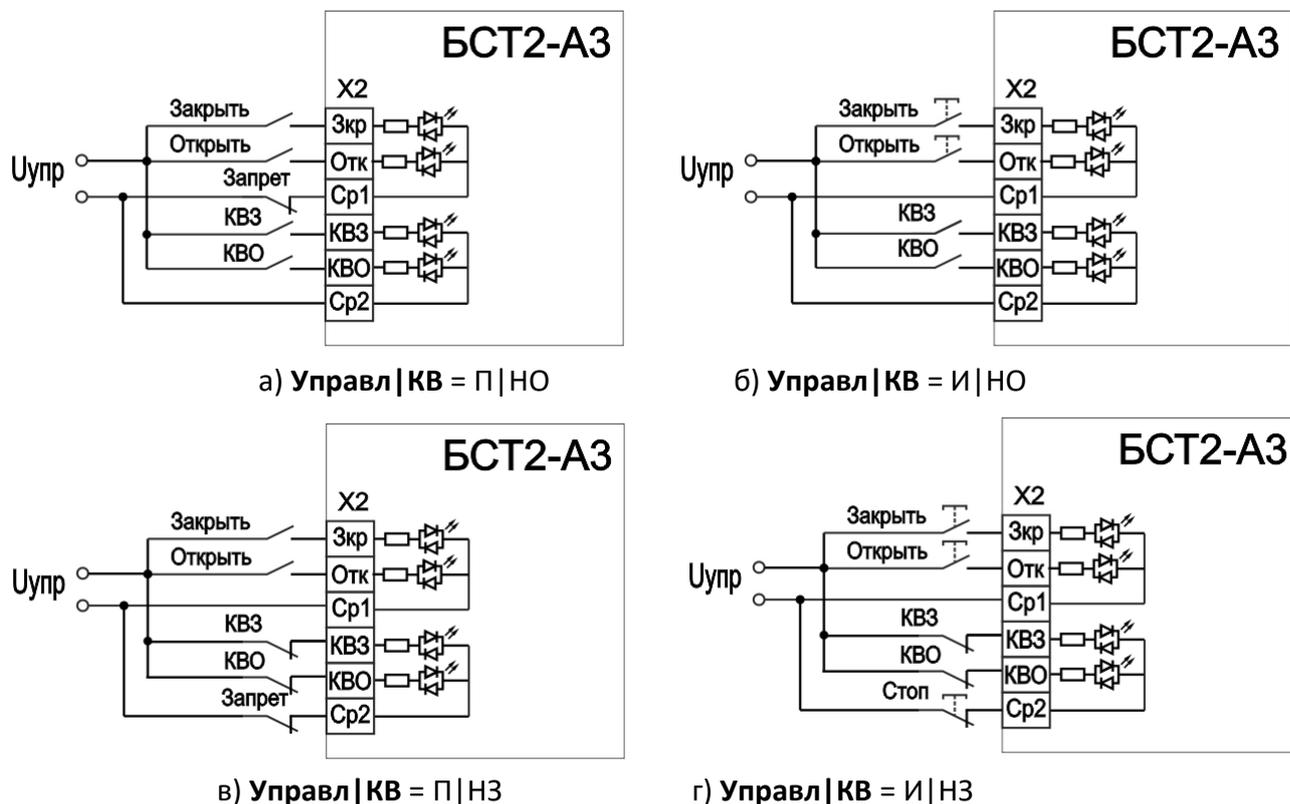

Рисунок 3 – Схема подключения цепей управления
- **П|НО**: управление **постоянными** сигналами «Закреть»/ «Открыть» и отключение в крайних положениях **нормально-открытыми** концевыми выключателями (рис.3,а);
- **И|НО**: управление **импульсными** сигналами «Закреть»/ «Открыть» и отключение в крайних положениях **нормально-открытыми** концевыми выключателями (рис.3,б);
- **П|НЗ**: управление **постоянными** сигналами «Закреть»/ «Открыть» и отключение в крайних положениях **нормально-закрытыми** концевыми выключателями (рис.3,в);
- **И|НЗ**: управление **импульсными** сигналами «Закреть»/ «Открыть» и отключение в крайних положениях **нормально-закрытыми** концевыми выключателями (рис.3,г).